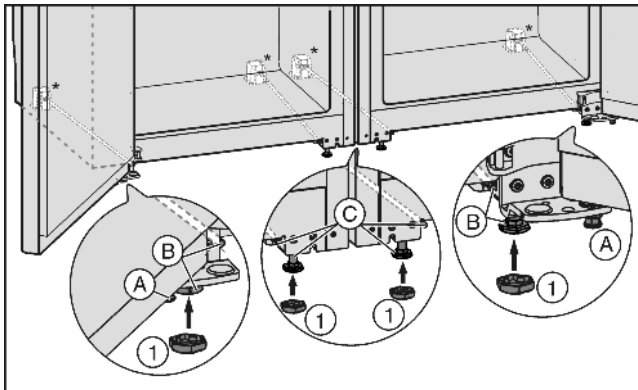

Fig. 4
- ▶ Szükség esetén az állítható lábakat Fig. 4 (A) elül mindkét oldalon teljesen csavarja be, hogy ne érjenek a talajhoz.
- ▶ A négy első állítható lábra helyezzen sapkát Fig. 4 (1).
- ▶ A középső állítható lábakat Fig. 4 (C) annyira csavarja be, hogy ne érjenek a padlóhoz.
- ▶ A kombinációt a külső állítható lábak Fig. 4 (B) segítségével igazítsa ki.
- ▶ A középső állítható lábakat Fig. 4 (C) süllyessze le, hogy érintsék a padlót.
- ▶ Azután az ajtót támassza ki: A csapágybakon lévő állítólabakat Fig. 4 (A) süllyessze le, amíg a talajra nem fekszenek, azután még 90°-kal forgassa tovább.